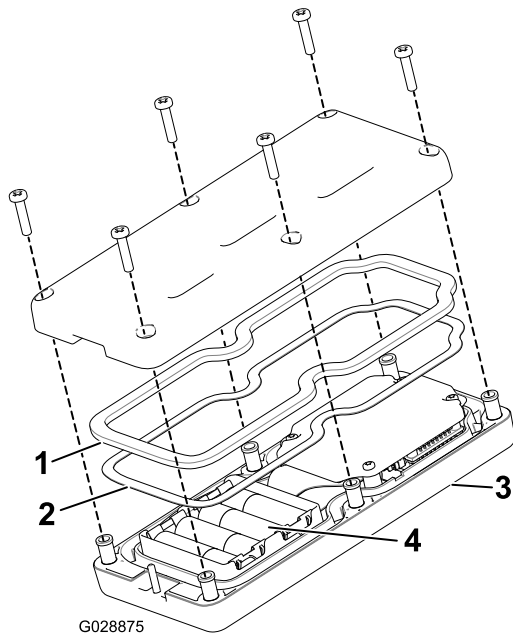

図 13
2. 新しい電池を入れる 向きに注意すること。電池を正しく入れないと、機械が損傷することはないが、操作ができない。電池を入れる箇所にはプラス・マイナスの表示がある 図 13。
3. スチール製のガスケットとゴム製のシールをリモートの溝にきちんとはめ、バックカバーを取り付ける (図 13)。
4. ねじ6本を使ってカバーを固定し 図 13、各ねじを 1.5 - 1.7N·m 0.15-0.17 kg·m = 13 - 15 in-lb にトルク締めする。